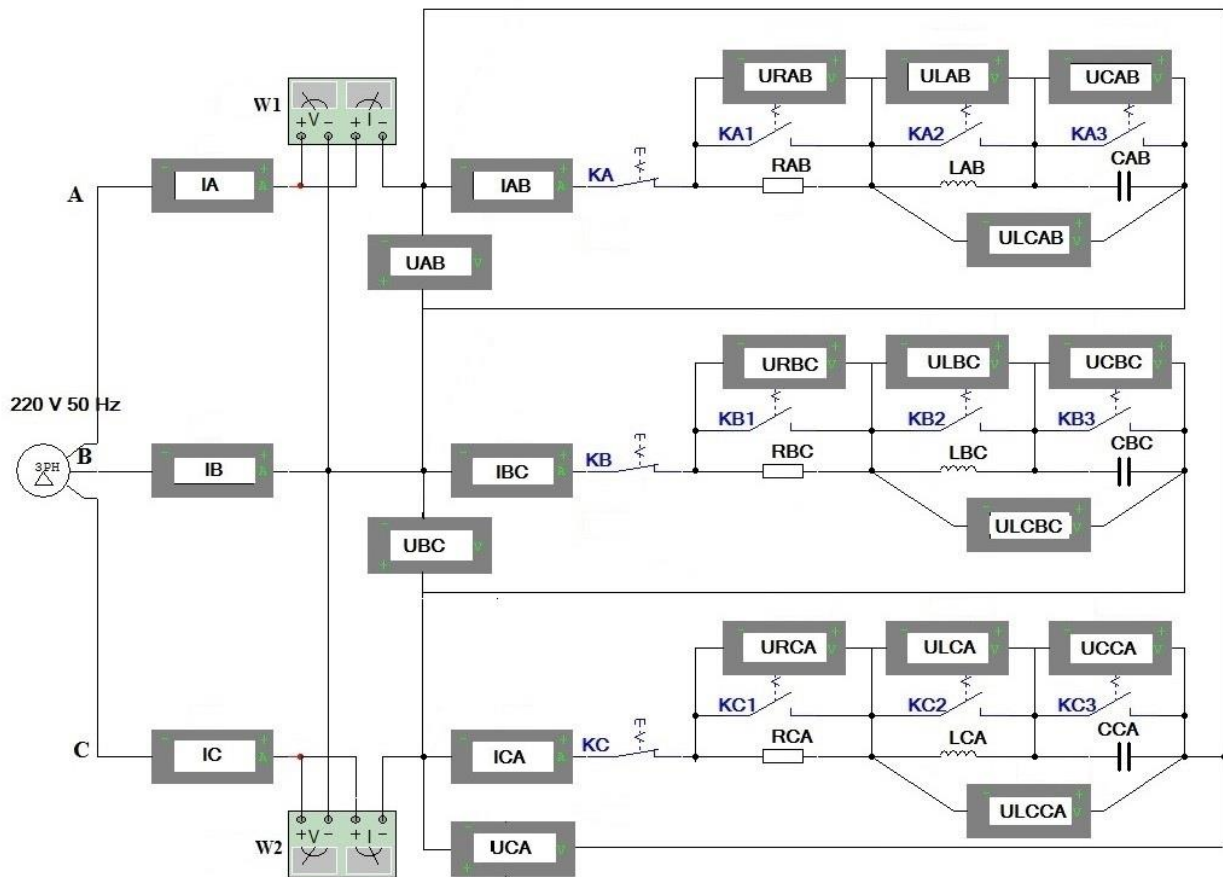

Рис. 3.2
3. Выполнить исследование *параллельного колебательного контура* (рис. 3.2) при изменении емкости конденсатора С и заполнить табл. 2.2. Измерения выполнять в MultiSim. Расчеты выполнять любым способом, включая компьютерные приложения: MathCad, Excel и другие.
1. Собрать в MultiSim схему трехфазной электрической цепи при соединении генератора и потребителей треугольником (рис. 3.2). Возможно также использовать копию примера, поскольку схема одна и та же для всех вариантов задания.
3. Выполнить исследование трехфазной электрической цепи треугольник – треугольник (рис.3.2) при изменении положения ключей, согласно заданному варианту и заполнить табл. 3.3 и 3.4. Измерения выполнить в MultiSim. Расчеты выполнить любым способом, включая компьютерные приложения: MathCad, Excel и другие.
- Исследованную электрическую схему с указанием характеристик всех элементов и показаниями приборов для номинального режима работы (рис. 3.2).